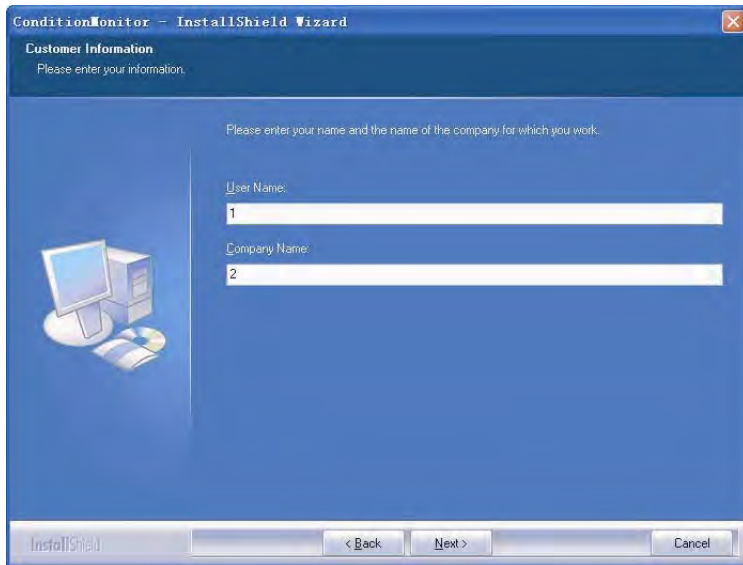

Abb. 2-4
4) Benutzer- und Firmennamen im Fenster (Abb. 2-4) ausfüllen. Dann auf „Next“ (Weiter) klicken.